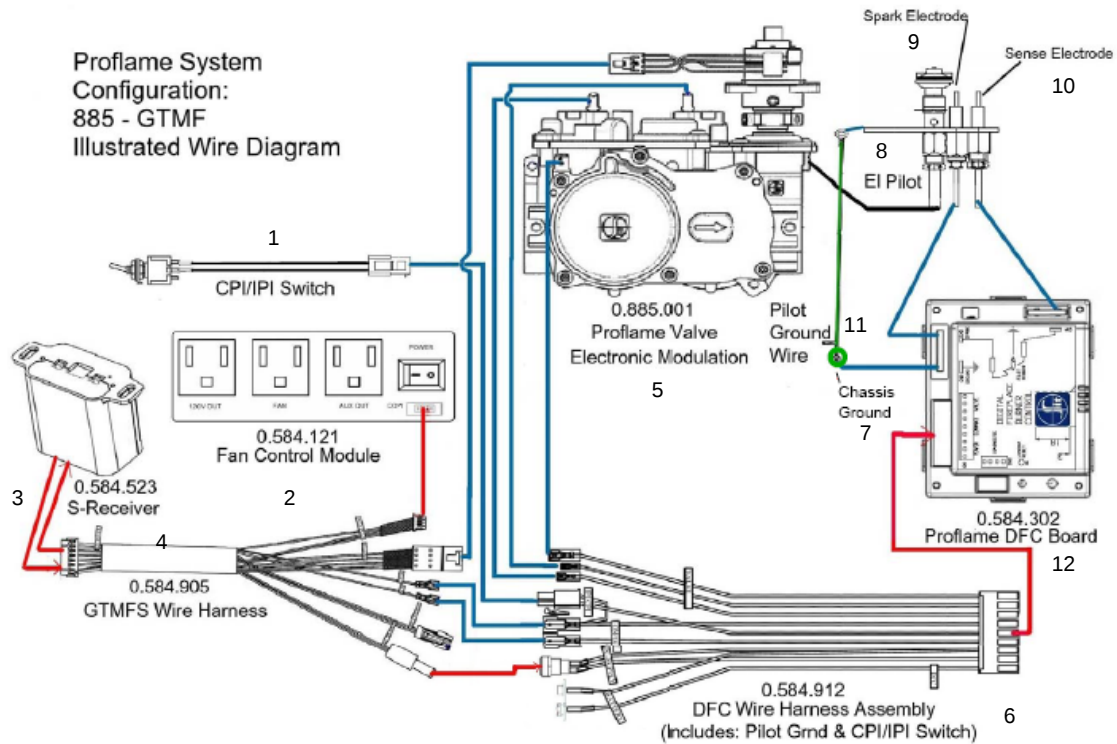

Figure 15 Diagramme de filage Tucson DX
- La termination doit respecter la charte de la figure 15
- La termination doit respecter les chartes de la figure 15
- 🔥 La terminaison doit respecter les recommandations de la figure 15.